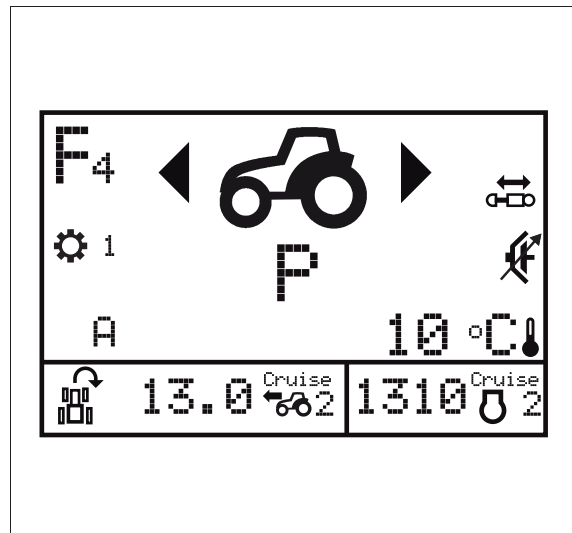

Fig. 3.
2. Si aparece el menú principal, pulse la tecla de flecha hacia arriba. Se muestra la vista de conducción grande *fig. 3*.